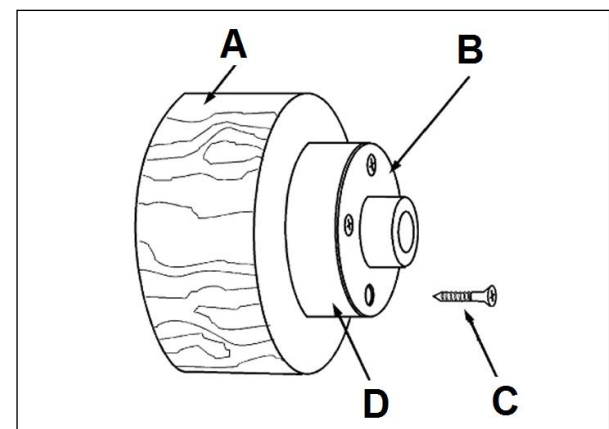

Fig 28
Befestigen Sie das Werkstück (A, Fig 28) mit 4 Holzschrauben (C) direkt an der Aufspannscheibe.